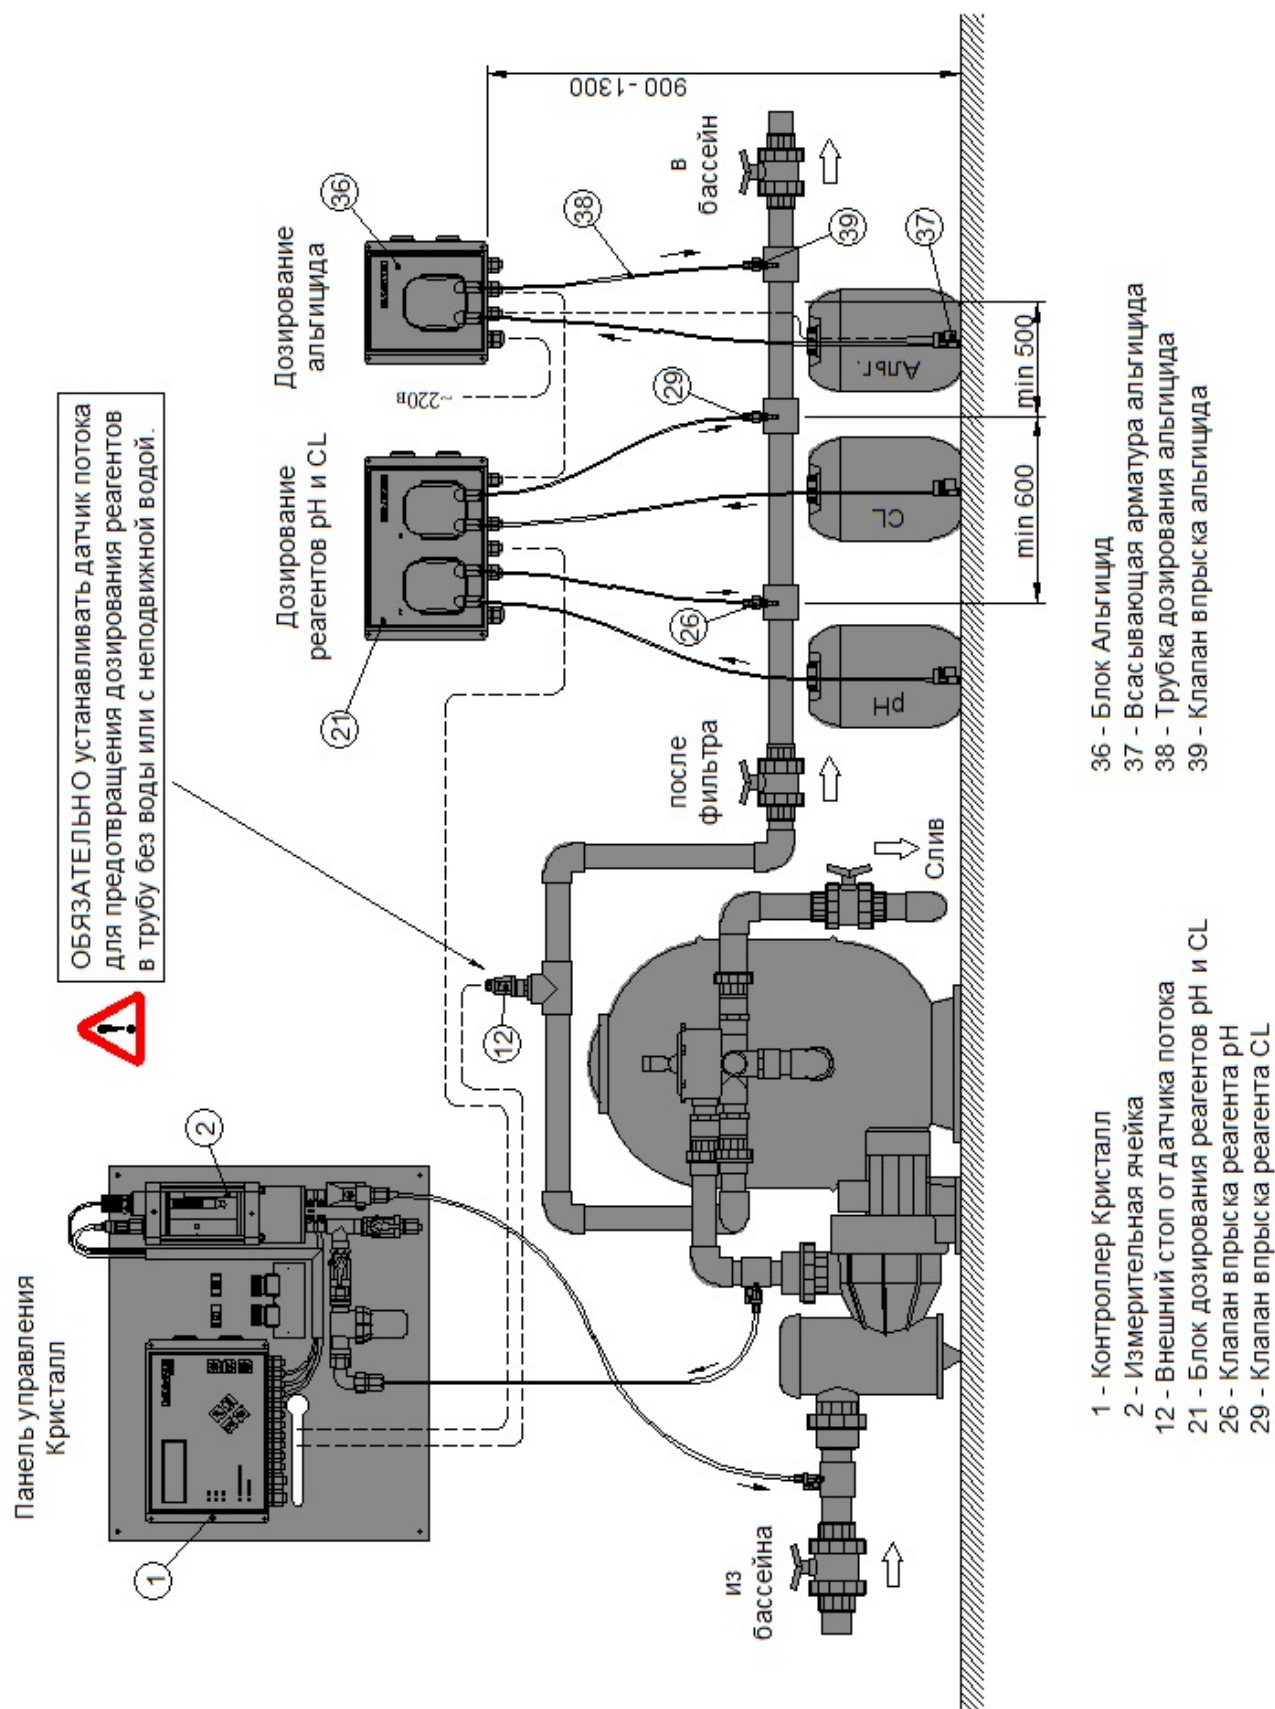
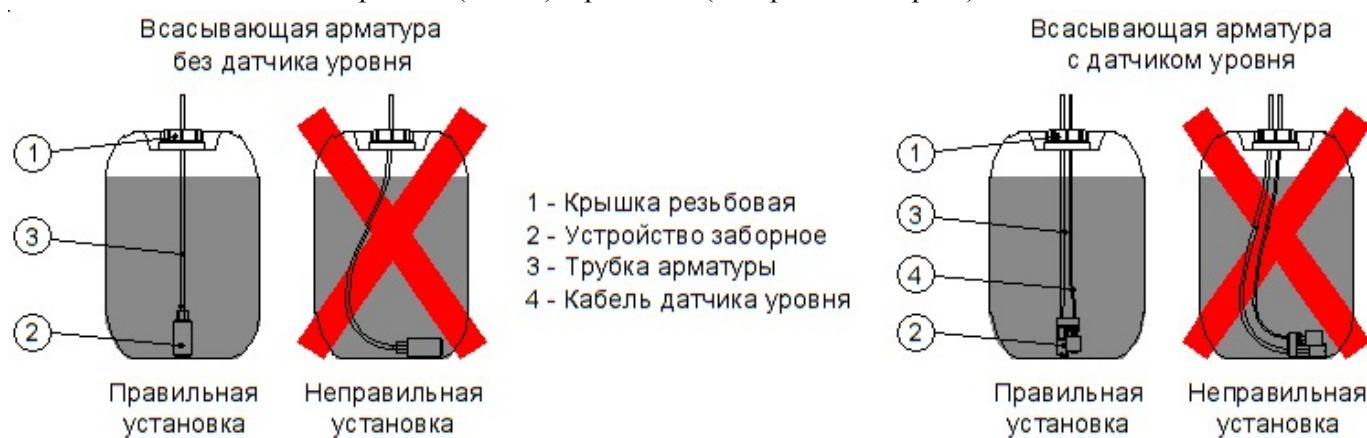

Рис.2-1 Схема размещения оборудования дозирования альгицида
Рис.4.2-8 Установка всасывающей арматуры насоса в расходную канистру
На рис.2-1 изображен монтаж оборудования дозирования альгицида в техническом помещении бассейна, а на рис.4.3-1 – электрическая схема для этого монтажа.
Как показано на рис.2-1, Блок Альгицид (36) подключается интерфейсным кабелем к Блоку для дозирования реагентов pH и CL (21), а тот, в свою очередь, подключён к контроллеру (1) на панели управления Кристалл.
Блок дозирования альгицида устанавливается на стену технического помещения бассейна, как это показано на рис.2-1 (поз.36) и 4.2-2 настоящего Руководства.
Место для установки Блока рекомендуется выбрать вблизи клапана впрыска альгицида, чтобы минимизировать длину трубки дозирования альгицида (поз.38 на рис.2-1).
Блок устанавливать не выше 1300 мм от пола, чтобы уменьшить высоту подъема реагента из расходной канистры к насосу и обеспечить свободное, без натяжения, подключение к Блоку трубки и кабеля всасывающей арматуры (поз.37 на рис.2-1). При этом справа от Блока должно оставаться не менее 200 мм свободного пространства для беспрепятственного открывания крышки Блока.
Если клапан устанавливается на горизонтальном участке трубопровода, то резьбовое отверстие G 1/2" для его установки должно быть обращено вверх. Если толщина стенки трубопровода в месте установки клапана меньше 5 мм, то эту толщину следует увеличить, установив на трубопровод соединительную муфту, как это показано на рис.2-1 и 4.2-5.
Всасывающая арматура дозирующего насоса устанавливается в расходную канистру реагента, как это показано на рис.2-1 (поз.37) и рис.4.2-8 (изображение справа).
Чтобы исключить подачу воздуха в насос и обеспечить корректную работу датчика уровня реагента, необходимо чтобы заборное устройство арматуры располагалось ВБЛИЗИ ДНА канистры в ВЕРТИКАЛЬНОМ положении, как это показано на рис.4.2-8 справа.